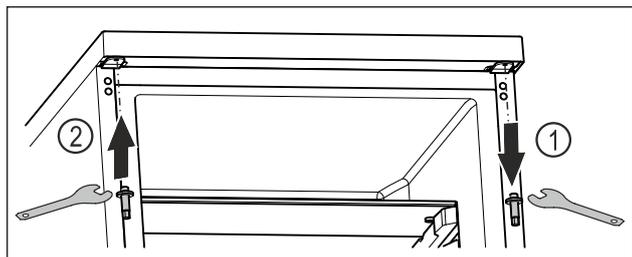

Fig. 18
- ▶ Dévisser l'axe supérieur avec une clé mâle coudée pour vis à six pans creux. *Fig. 18 (1)*
- ▶ Serrer l'axe du côté opposé avec une clé mâle coudée pour vis à six pans creux. *Fig. 18 (2)*